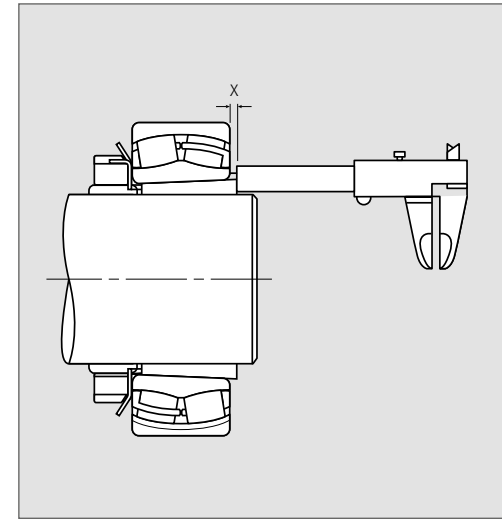

Abb. 3
5. Messen Sie den Abstand „X“ wie in Abb. 3 gezeigt.